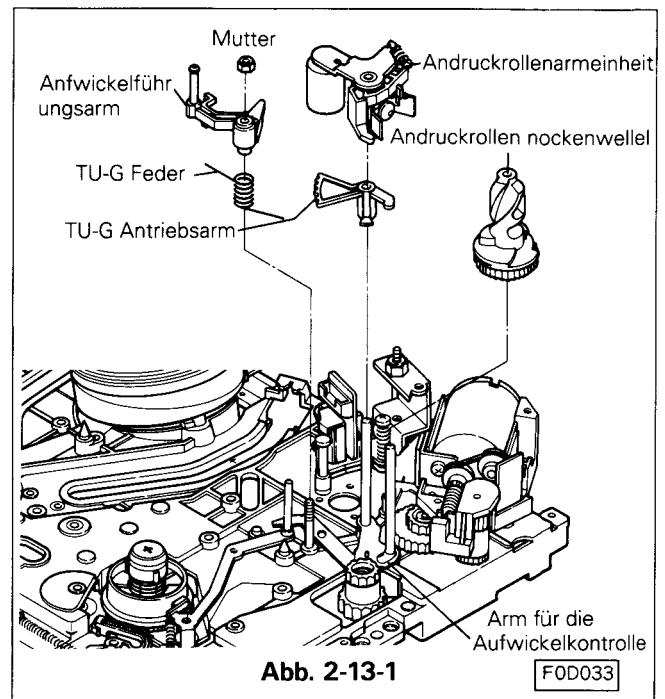

Abb. 2-13-1
2-13-1 Ausbau (siehe Abb. 2-13-1)
2-13-2 Einbau (siehe Abb. 2-13-1)
- Den Arm für die Aufwickelkontrolle auf Rechtsanschlag bringen. (Siehe Abb. 2-13-1)